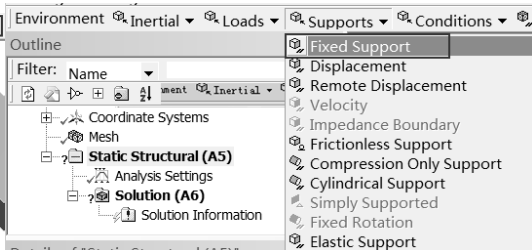

图 4-43 添加固定约束
Step2：选择 Environment 工具栏中的 Supports（约束） Fixed Support（固定约束）命令，此时在分析树中会出现 Fixed Support 选项，如图 4-43 所示。